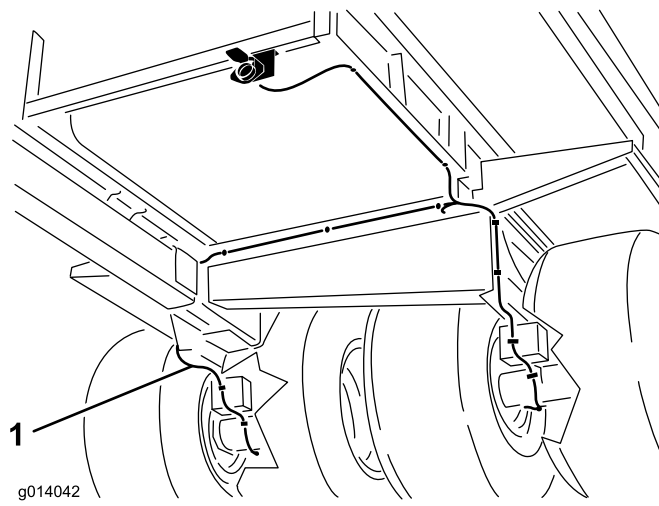

図 11
25. ハーネスについているクリップをフレームの取り付け穴に差し込んで、ハーネスを固定する (図 11)。
注 機体にハーネス・クリップ用の穴がない場合には、クリップの付いている位置に、直径 9 mm の穴をドリルで 7 個開ける (図 11)。